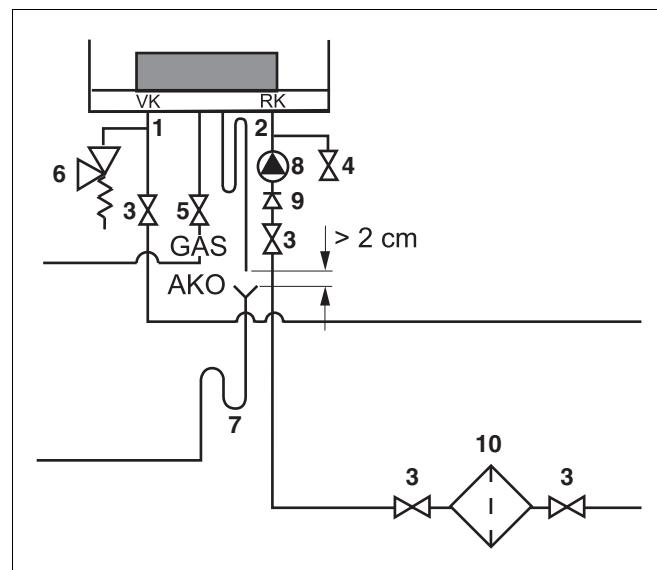

Рис. 14 Подключение подающей и обратной линий
В целях защиты всей системы отопления рекомендуется на обратной линии системы отопления установить фильтр. (рис. 14, поз. 10).
- Смонтируйте подающую линию с установленным плоским резиновым уплотнением на подключении VK (подающая линия котла) (рис. 14, поз. 1), следя за тем чтобы не возникло напряжений. Для подключения подающей линии использовать трубы с минимальным диаметром 1½".
- Смонтируйте обратную линию с установленным плоским резиновым уплотнением на подключении RK (обратная линия котла) (рис. 14, поз. 2), следя за тем, чтобы не возникло напряжений. Для подключения обратной линии использовать трубы с минимальным диаметром 1½".
- Для технического обслуживания и текущего ремонта отопительного котла в подающей и обратной линии установить по сервисному крану (рис. 14, поз. 3). Использовать сервисные краны с минимальным диаметром 1½".
- Подключить к обратной линии кран для заполнения и слива (рис. 14, поз. 4).